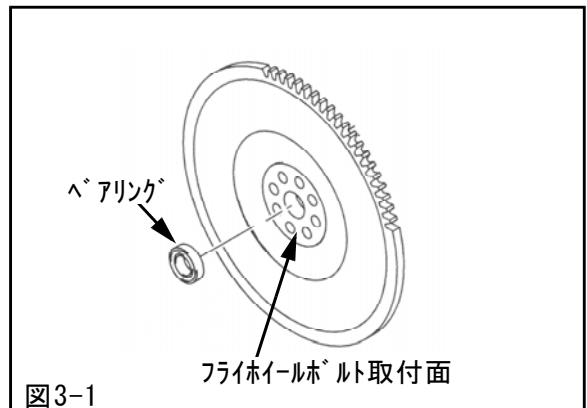

図3-1
- (1) フライホイールにベアリングをプレスを用いて、フライホイールボルト取付け面と同じ高さになるまで圧入してください。(図3-1)